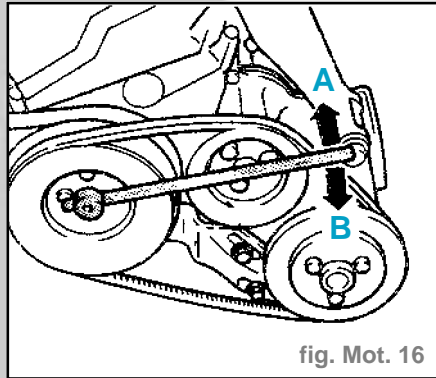

fig. Mot. 16
- Tourner lentement le vilebrequin dans le sens contraire au sens de rotation du moteur (sens indiqué par la flèche **(A)**) jusqu'à ce que l'aiguille du comparateur s'immobilise (fig. Mot. 16).